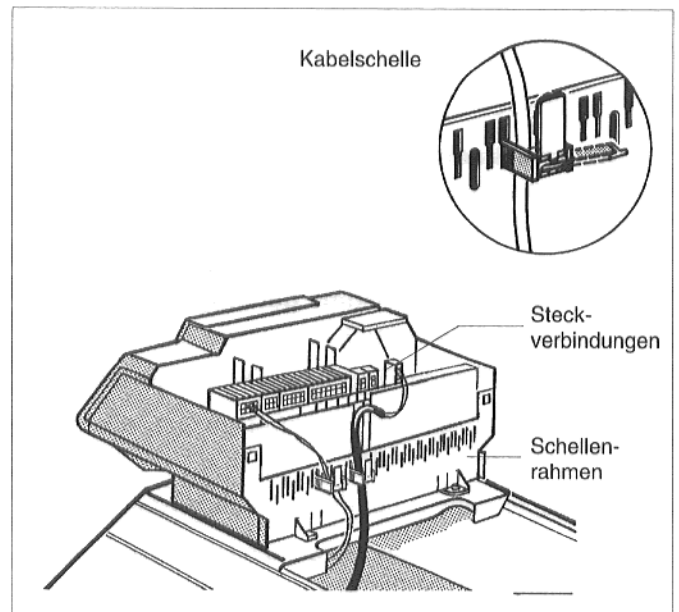

Abb. 16: Steckverbindungen und Kabelschelle
- Bauseitige elektrische Anschlüsse nach Schaltplan an den Steckverbindungen des Regelgeräts herstellen (Abb. 16).
Kabelschelle mit eingelegter Leitung von oben in die Schlitz des Schellenrahmens einsetzen; der Steg des Hebels muß dabei nach oben zeigen. Kabelschelle herunterschieben und gegedrücken. Hebel nach oben umlegen (Abb. 16).